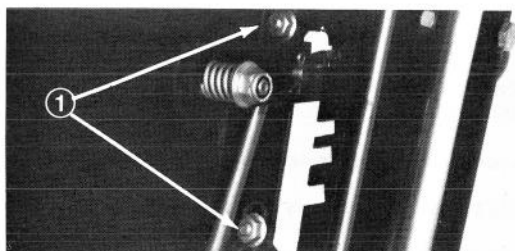

Figure 3
1. Poussez la manette du sélecteur de vitesse aussi loin que possible vers le bas et retenez-la dans cette position, desserrez les écrous à collerette pour pouvoir aligner la plaque du sélecteur avec la manette en position de traction avant No. 3 (Fig. 3).